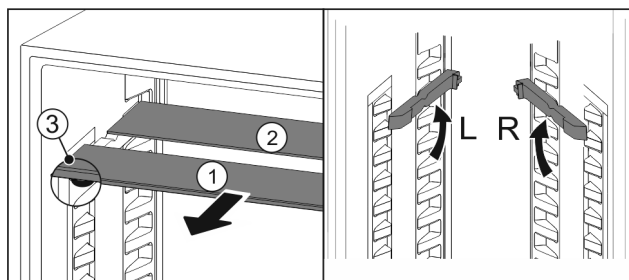

Fig. 50
- ▶ Skleněné desky jednotlivě vytáhněte dopředu Fig. 50 (1).
- ▷ Skleněná deska Fig. 50 (1) s ozdobnou lištou leží vpředu.
- ▷ Zářázky Fig. 50 (3) směřují dolů.